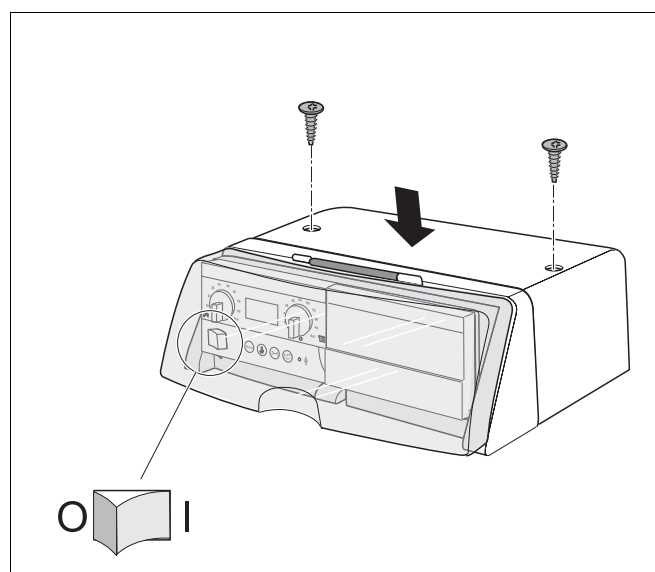

Рис. 10 Установка верхней крышки
- Наденьте верхнюю крышку на систему управления (рис. 10), введя ее вниз в направляющие.